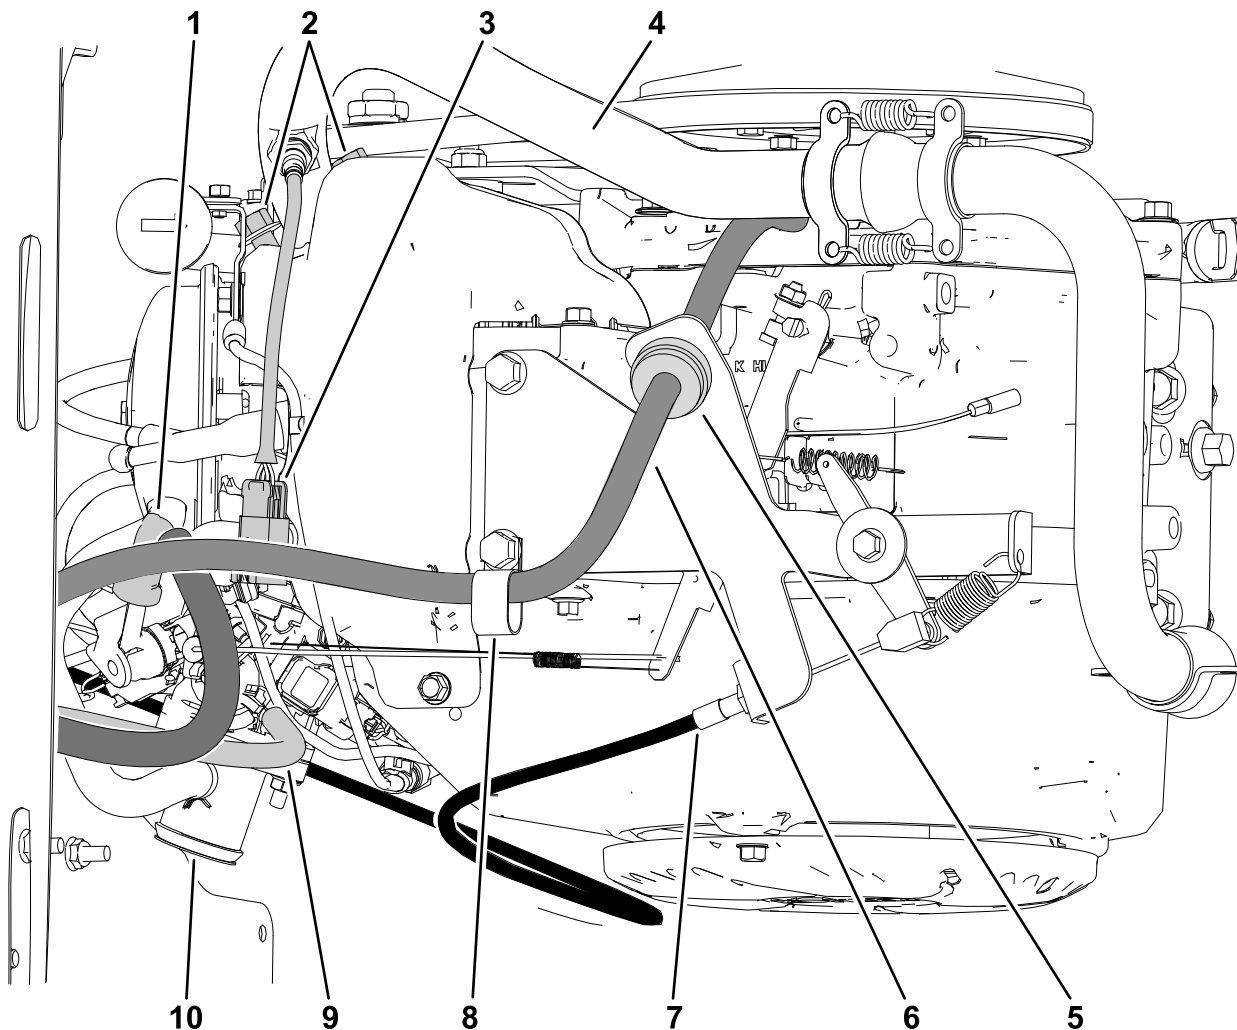

Figura 3
1. Scollegate il cavo dell'acceleratore dal motore agendo sul giunto a sfera della leva, quindi rimuovete il cavo dalla staffa dell'acceleratore (Figura 3).
2. Allentate la fascetta stringitubo che fissa il flessibile della presa d'aria al motore e al gruppo del filtro dell'aria. Rimuovete il flessibile di alimentazione (Figura 3).
3. Scollegate il sensore dell'ossigeno dal cablaggio preassemblato del motore (Figura 3).
4. Rimuovete i 2 bulloni a testa flangiata che fissano il collettore di scarico e la guarnizione. Tenete da parte i dadi e rimuovete l'impianto di scarico Figura 3).
5. Scollegate i flessibili dal motore a iniezione elettronica (Figura 3):